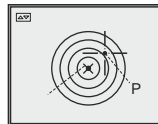

Fig.5
- Si el punto de impacto no ha coincidido con el punto de puntería, por medio del apriete del botón “**M**” entre al menú del visor y con los botones a la **derecha-a la izquierda** (6, 7) elija la sección “**Reglaje**” (se designa con un pictograma ) y presione de nuevo el botón “**M**”. En el lugar del pictograma  aparecerá un pictograma  y la cruz de apoyo (C) en el centro de la marca de reglaje.
- Manteniendo el centro de la cruz de apoyo en el punto de puntería, girando el disco de regulaciones desplace la marca de reglaje con respecto a la cruz de apoyo mientras la marca no coincida con el punto de impacto (P) (Ver Fig. 5). Para cambiar la dirección del movimiento de la marca desde el horizontal al vertical presione el disco de regulaciones hasta el capirotazo.